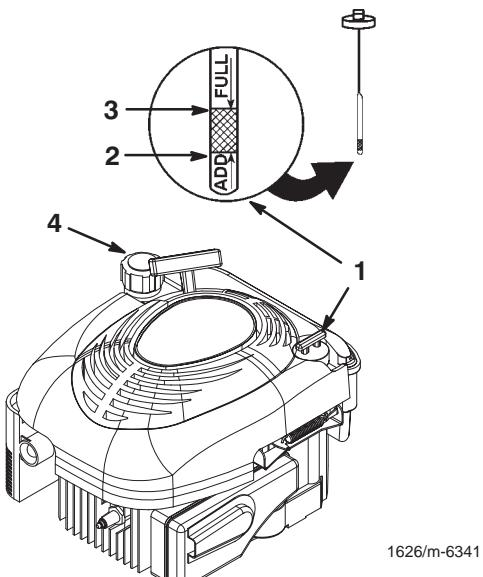

Figure 5
Avant chaque utilisation, vérifiez que le niveau d'huile arrive entre les repères maximum (Full) et minimum (Add) de la jauge (Fig. 5).
2. Nettoyez la surface autour de la jauge (Fig. 5).
6. Verez le niveau d'huile indiqué par la jauge (Fig. 5).
1. Nettoyez la surface autour du bouchon du réservoir de carburant (Fig. 5).